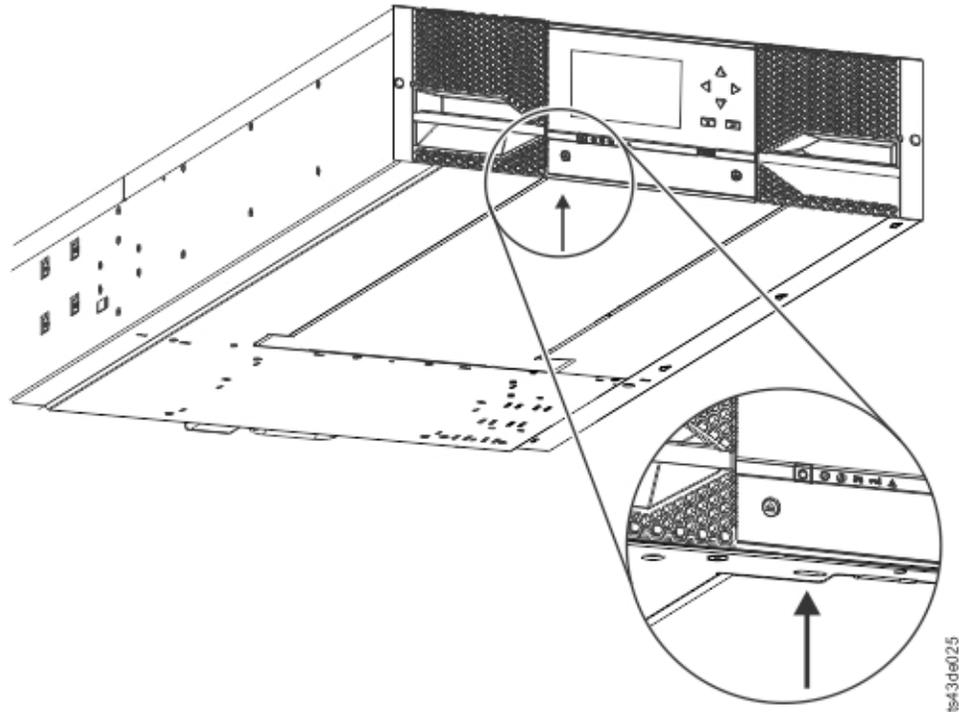

Abbildung 32. Gefederte Verriegelung entriegeln
- c. Stützen Sie die untere Abdeckung mit einer Hand ab. Setzen Sie einen kleinen Schlitzschraubendreher oder einen Torx-Schraubendreher in das Loch ein und schieben Sie den Schraubendreher ca 4 mm seitwärts nach links, um die gefederte Verriegelung zu entriegeln. Siehe Abbildung 32 auf Seite 49.